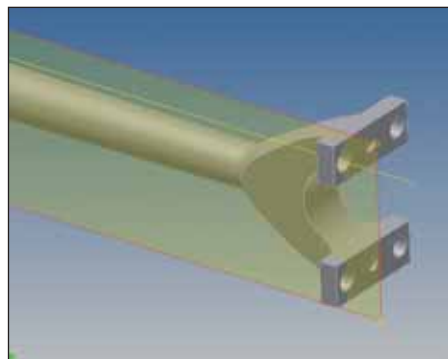

Рис. 47
63. Выбрать в качестве плоскости эскиза созданную рабочую плоскость (рис. 47).